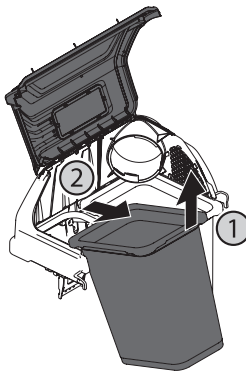

Figura 30
3. Extraiga ambos conjuntos de bolsas de las ménsulas de soporte para bolsas, para lo cual debe levantar el borde trasero primero y luego deslizar el borde delantero hacia fuera y arriba hasta que se aleje del bastidor. Consulte la Figura 30.